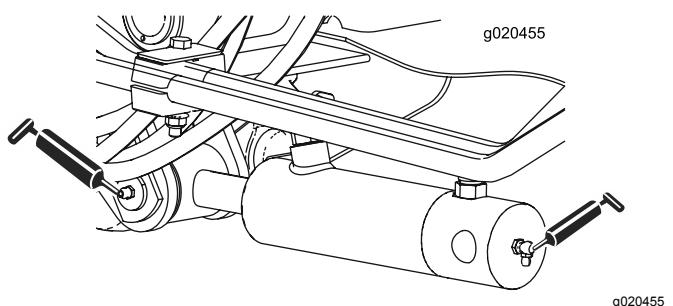

**Figura 81**
- 3 cuscinetti dell'asse del fusello – posizionati sotto la puleggia (Figura 81)
- 2 boccole orientabili del braccio di rinvio (Figura 81)